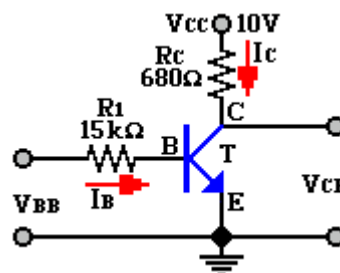

Figura 6.1
1. Arme el circuito de la figura 6.1.
- Explique detalladamente el funcionamiento de la figura 6.1.